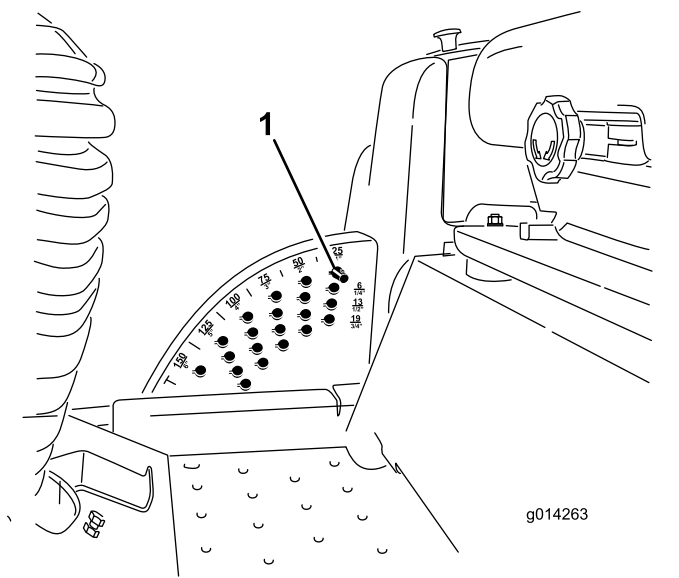

Figure 24
1. Lorsque le moteur tourne, repoussez la commande de levage plateau de coupe en arrière jusqu'à ce qu'il soit complètement levé puis **relâchez immédiatement la commande**, comme montré à la Figure 24
2. Tournez la goupille de hauteur de coupe jusqu'à ce que la saillie soit en face des fentes dans les trous du support de hauteur de coupe et déposez-la (Figure 24).
3. Placez la goupille dans le trou du support correspondant à la hauteur de coupe voulue et tournez-la pour la verrouiller en place (Figure 24).
**Remarque:** Il y a 4 rangées de trous (Figure 24). La première rangée donne la hauteur de coupe indiquée au-dessus de la goupille. La deuxième rangée donne la hauteur indiquée plus 6 mm. La troisième rangée donne la hauteur indiquée plus 12 mm. La dernière rangée donne la hauteur indiquée plus 18 mm. Un seul trou, situé dans la deuxième rangée, correspond à la hauteur 15,8 cm. Il n'ajoute pas 6 mm à la hauteur de 15,8 cm.